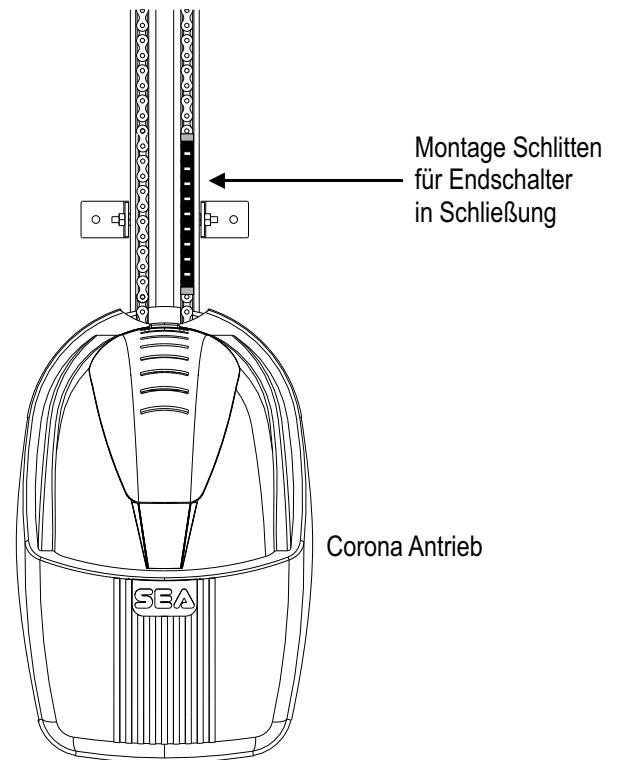

Abb. 19b
- Den Endschalterschlitten (Abb. 18) so nah wie möglich am Corona Antrieb, in der Nähe des Rädchens des Schalters wie in Abb. 19b, anbringen.